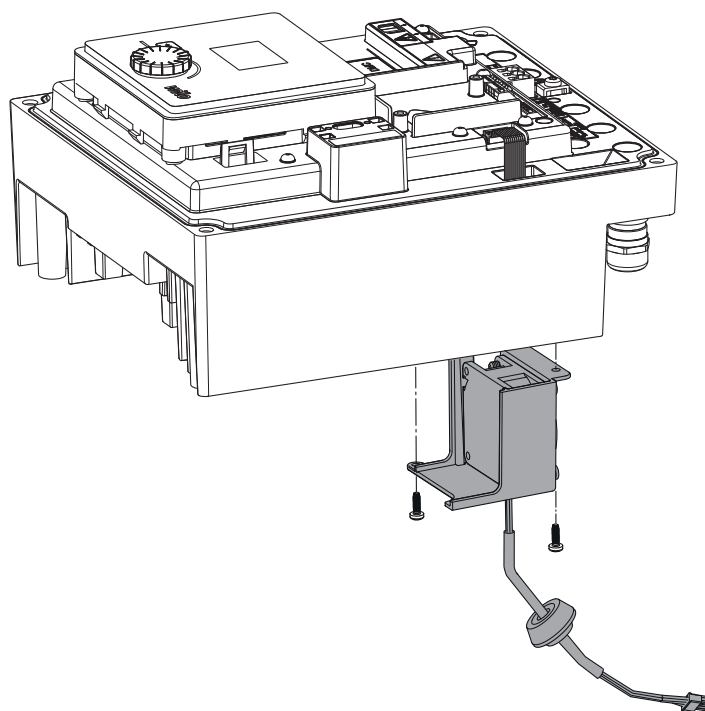

Fig. 45: Moduļa ventilatora, tostarp kabeļa un gumijas blīvējuma, noņemšana
- Atveriet elektronikas moduļa pārsegu. (Fig. 45).